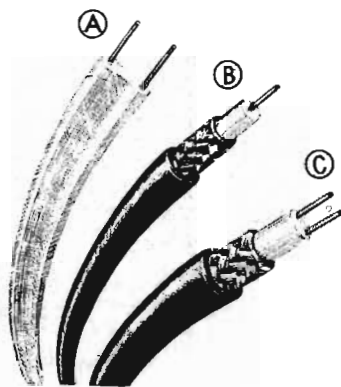

Fig. 1. Olika typer av transmissionsledningar. A) bandkabel, B) koaxialkabel, C) skärmad parkabel.
Vi kan i stort sett skilja på tre olika slag av transmissionsledningar (fig. 1). Vi har dels den oskärmade parkabeln eller bandkabeln (A), som är jordsymmetrisk. Den är billig och har låg dämpning och används därför mycket ofta som nedledning för FM- och TV-antennar.